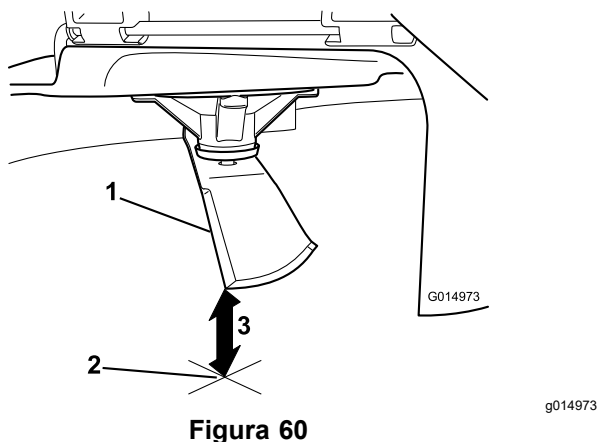

**Figura 59**
4. Rode a mesma lâmina 180 graus para que a extremidade de corte oposta fique na mesma posição (Figura 59).